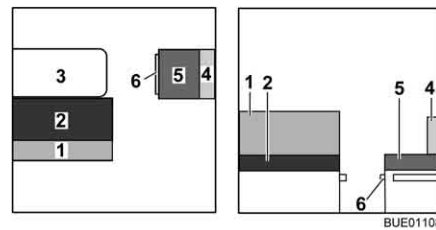
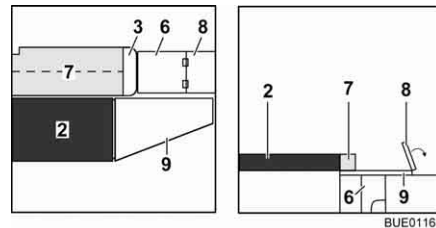

Fig. 134 Avant la transformation
Fig. 135 Pendant la transformation
- Convertir la table (Fig. 134,3) en sommier de lit (voir paragraphe 6.11).
- Enlever le coussin de dossier (Fig. 134,1) et le placer de côté.
- ▷ Suivant le modèle, il est possible d'utiliser le coussin de dossier (Fig. 134,1) à la place du coussin supplémentaire (Fig. 135,7).
- Enlever et mettre de côté le coussin de dossier (Fig. 134,4) et le coussin d'assise (Fig. 134,5).
- Faire ressortir la rallonge du coffre de banquette (Fig. 135,6).
- Rabattre vers l'extérieur la rallonge du plateau d'assise (Fig. 135,8).
- Relever le coussin supplémentaire (Fig. 135,7) et le placer sur la table.
- Accrocher la rallonge latérale de lit (Fig. 135,9) dans les supports sur les banquettes.